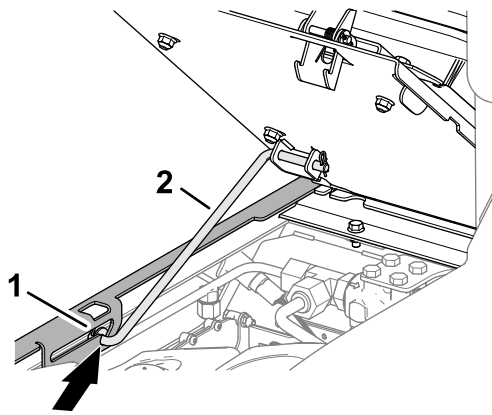

Figura 64
3. Asegúrese de que la varilla de sujeción delantera está asentada en la ranura de retención del soporte del asiento (Figura 64).